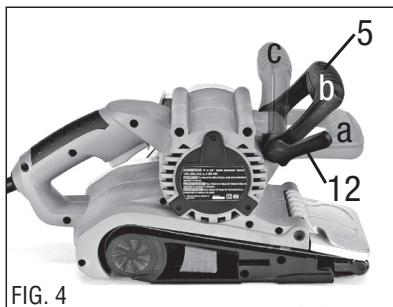

FIG. 4
RÉGLER POIGNÉE AVANT (FIG 4)
La poignée avant (5) peut être réglée entre trois positions: (a) horizontale, (b) 45 ° d'angle, et (c) verticale, pour un meilleur contrôle et de confort dans différentes positions de travail. Voir la figure 4.